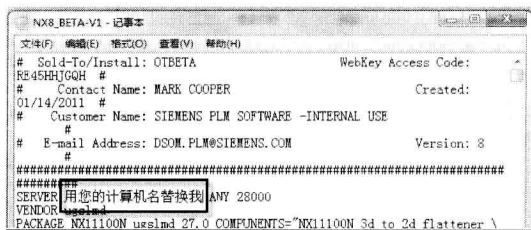

图 1-3 替换计算机名
**Step 03** 用记事本打开后，替换计算机名，然后保存，如图 1-3 所示。